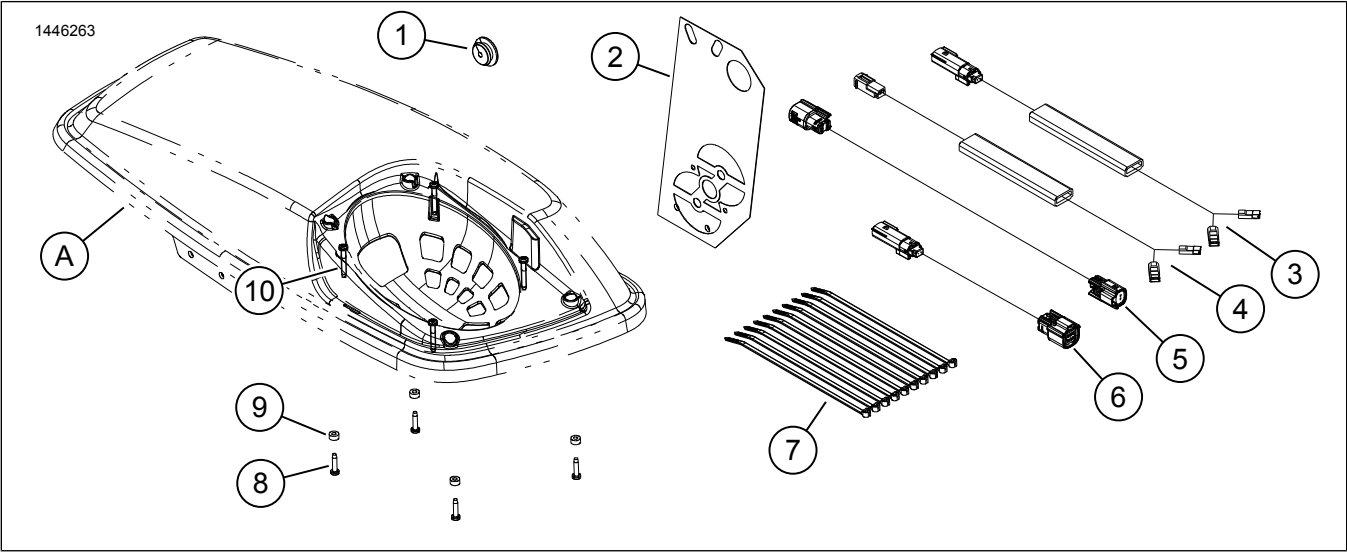

Рисунок 10. Запасные части, динамики в нижнем обтекателе
1. См. рис. 10. Используйте крепежные винты и прокладки (8, 9, 10) для установки динамиков.